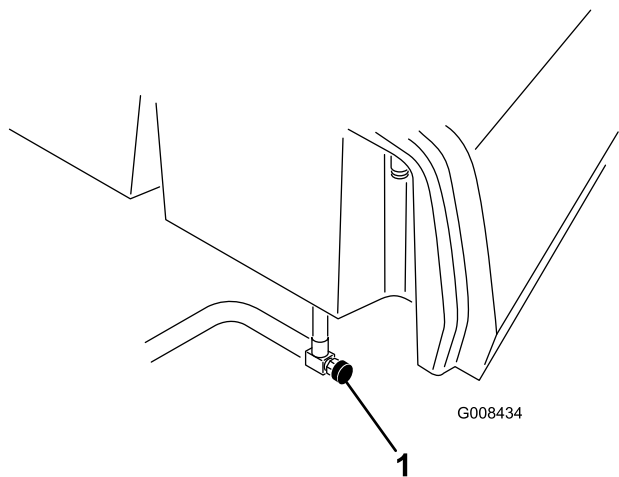

Bild 40
1. Schließen Sie den Kraftstoffhahn (Bild 40) unter dem Kraftstofftank.